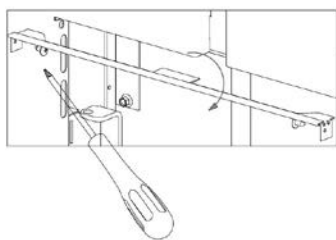

Fig. 54 - Verwijdering profielen
- De 4 schroeven losdraaien en de zwarte profielen onder en boven de deur verwijderen (zie **Fig. 54**).